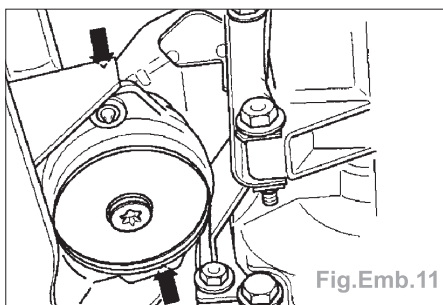

Fig.Emb.11
- Dévisser les vis (flèches) du palier métal-caoutchouc à l'arrière du berceau (Fig.Emb.11).